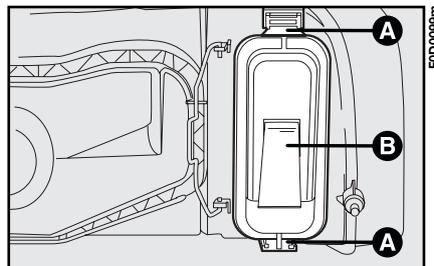

fig. 15
2) suelte los ganchos **A**-fig. 15 y quite la tapa **B**;
5) después de sustituir la lámpara vuelva a montar el portalámpara y la tapa **B**-fig. 15.
- 2) suelte los ganchos **A-fig. 15** y quite la tapa **B**;
- 5) después de sustituir la lámpara, vuelva a montar el portalámparas y la tapa **B-fig. 15**.